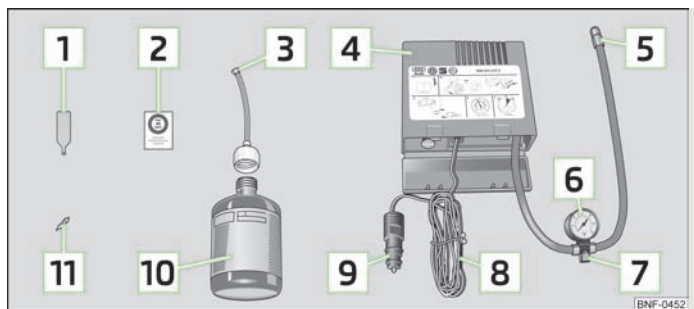

Fig. 113 Composants du kit de dépannage
- Collez l'autocollant 2 » fig. 113 sur le tableau de bord dans le champ de vision du conducteur.
- Secouez énergiquement le flacon de produit de colmatage des pneus 10 » fig. 113 pendant quelques secondes.
- Vissez fermement le flexible de gonflage des pneus [5] » fig. 113 du gonfleur sur la valve du pneu.